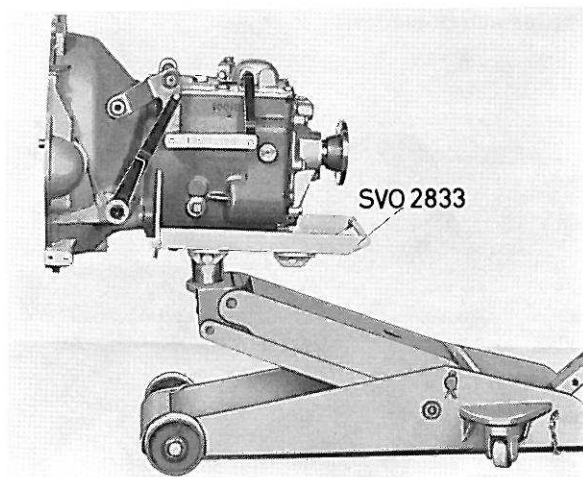

Figure 7. Gabarit de fixation pour dépose de boîte de vitesses
| 2833 Gabarit de fixation pour boîte de vitesses. A poser sur un vérin de garage lors de la dépose et de la repose de la boîte, voir figure 7 | |
6. Remplacer la plaque de levage du vérin par le gabarit de fixation 2833, en notant que l'axe du gabarit doit être placé en position avant pour la boîte M400 et en position arrière pour la boîte 410. Placer le gabarit de fixation sous la boîte de vitesses. Enlever les vis du carter d'embrayage. Retirer la boîte vers l'arrière et la baisser ensuite, voir figure 7.